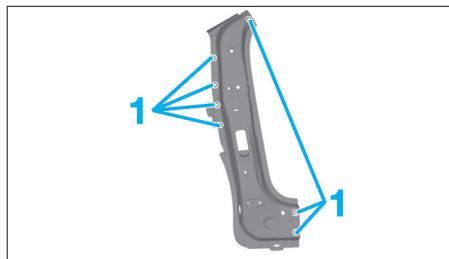

FIG. 63
- Percer des trous (1) Ø 6,5 mm pour le soudage par points bouchons (Fig.63).